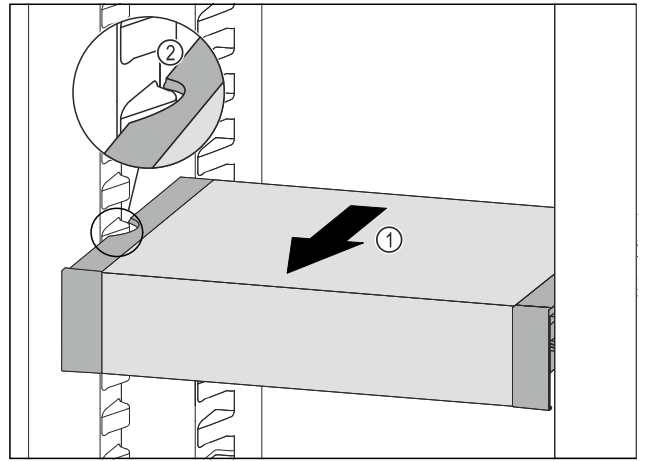

Fig. 142
- ▶ Потягнути VarioSafe вперед Fig. 142 (1), поки бокові заглиблення VarioSafe не опиняться на рівні ребра для ємності в охолоджувальному відділенні. Fig. 142 (2)